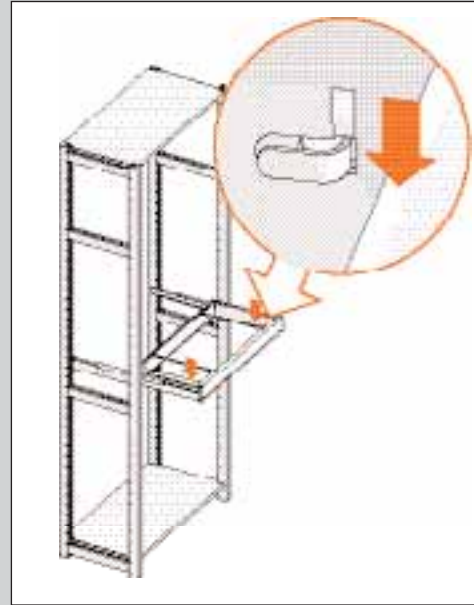

ABBILDUNG 39
- 8.** Senken Sie die Hängeregistratur über die vorderen Laschen der Führungen ab (siehe Abb. 39).